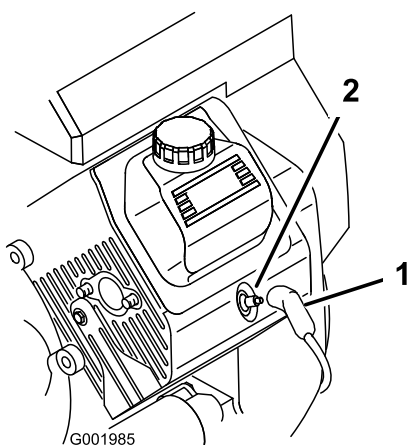

Figure 45
3. Débranchez les fils des bougies (Figure 45).
3. Rebranchez les fils des bougies (Figure 45).